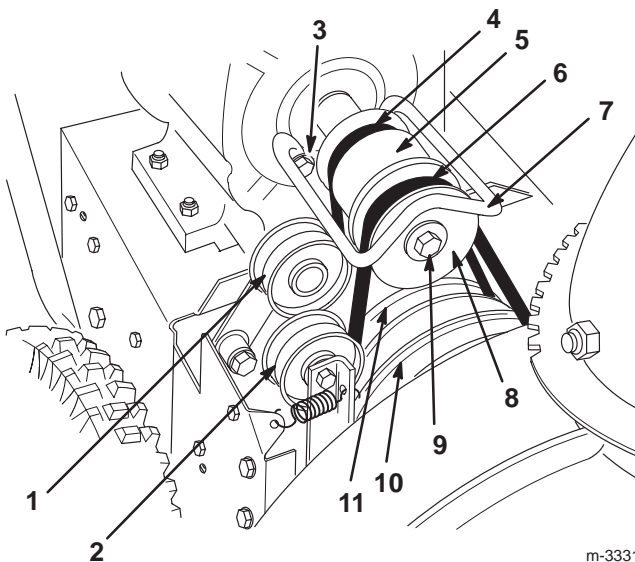

Figure 25
6. Retirez les 2 boulons, rondelles et rondelles-frein de fixation du guide-courroie (Fig. 25).
7. Retirez le boulon du vilebrequin du moteur avec sa rondelle et sa rondelle-frein (Fig. 25).
8. Détachez et déposez la poulie à gorge du moteur (Fig. 25).
10. Déposez la poulie du moteur (Fig. 25).
11. Retirez la courroie d'entraînement de traction hors de la poulie de traction et du vilebrequin du moteur (Fig. 25).
12. Tirez la poulie de tension vers l'extérieur et installez la courroie de rechange (Fig. 25).
14. Tirez la poulie de tension vers l'extérieur et passez la courroie d'entraînement de tarière/roue hélice devant la poulie du moteur, en veillant à la faire passer du côté intérieur de la poulie de tension (Fig. 25).
6. Retirez les deux boulons, rondelles et rondelles-frein de fixation du guide-courroie (Fig. 25).
9. Déposez la courroie d'entraînement de tarière/roue hélice (Fig. 25).
10. Tirez la poulie de tension vers l'extérieur et passez la courroie neuve autour de la grande poulie de tarière/roue hélice (Fig. 25).
11. Passez la courroie devant la poulie du moteur, en veillant à la faire passer du côté intérieur de la poulie de tension (Fig. 25).